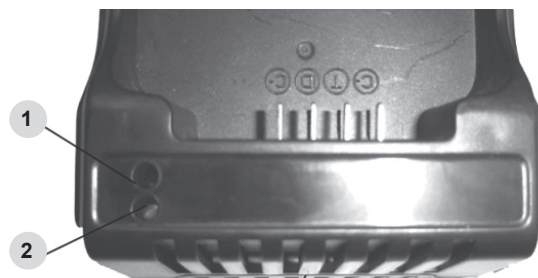

Рис.2
1. Лампочка (1) Рис.2 загорится зеленым цветом. При установке аккумуляторной батареи в зарядное устройство лампочка (2) загорится красным цветом, лампочка (1) будет гореть зеленым цветом.